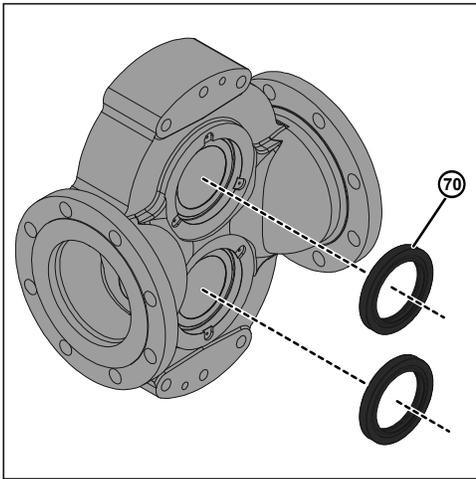

Ilustración 117 - Instalar juntas de labios
3. Instale los retenes labiales (70) en el cuerpo de la bomba, como se muestra en la Ilustración 117. Utilice la herramienta de presión para presionar firme y uniformemente en su lugar.